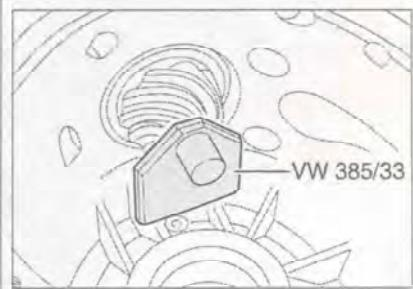

Рис. 7.154. Установите приспособление VW 385/33 на ведущую шестерню.
37. Установите приспособление VW 385/33 на ведущую шестерню (рис. 7.154).